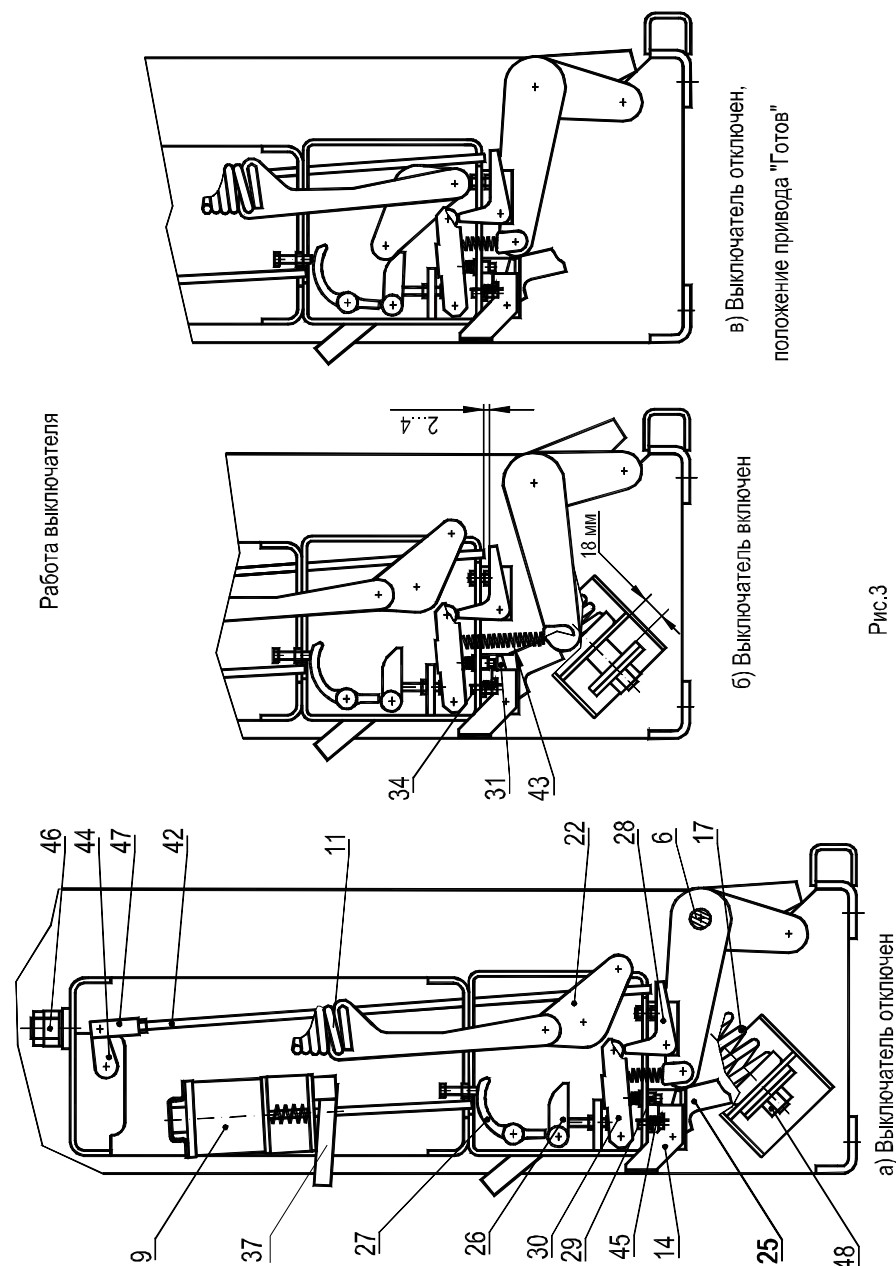

Рис.3
1.3.3.2. Включение выключателя (рис.3,4)
Включенное положение выключателя показано на рис.3б и 3в.
1.3.3.4. Отключение выключателя (рис.3,4)